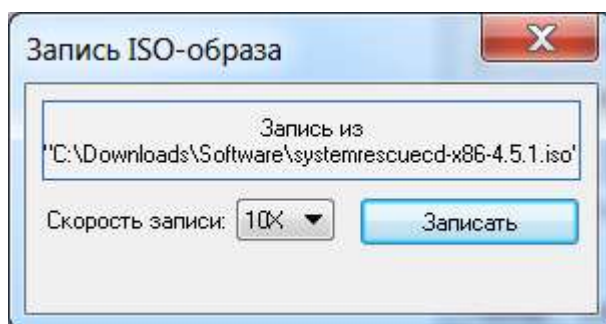

Рис. 7.11 Окно старта записи проекта
После выбора операции **"Запись ISO-образа"** и выбора спецификации файла образа на экран будет выведено соответствующее окно (рис. 7.11). Запись диска начнется после нажатия командной кнопки **"Записать"**.
- **"Записать ISO-образ на диск"** – позволяет записать на оптический диск образ из файла на магнитном диске. После нажатия этой командной кнопки на экран будет выведено диалоговое окно с предложением пользователю выбрать файл образа оптического диска (Рис. 7.11);